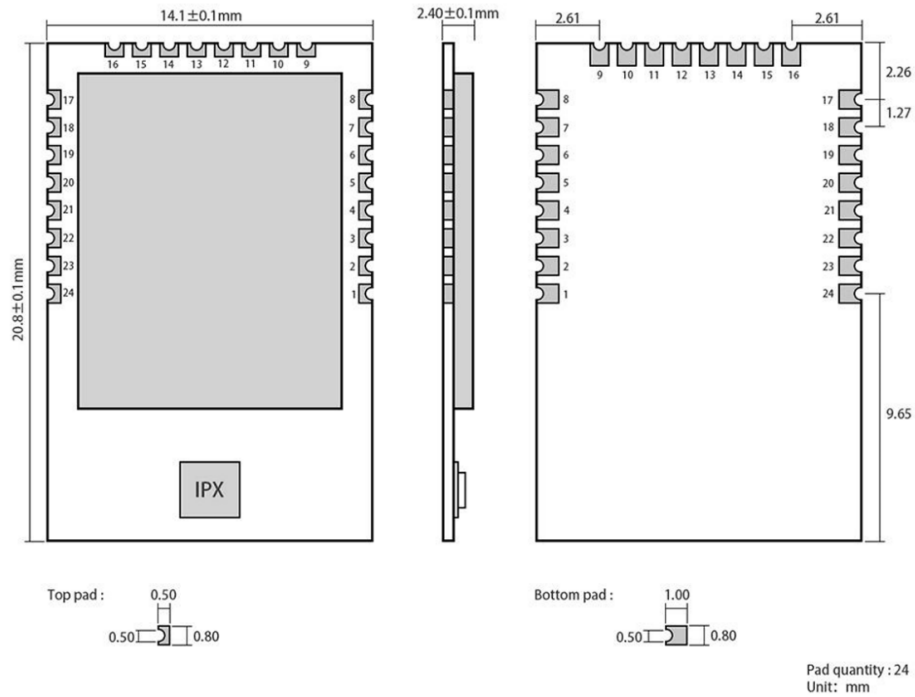
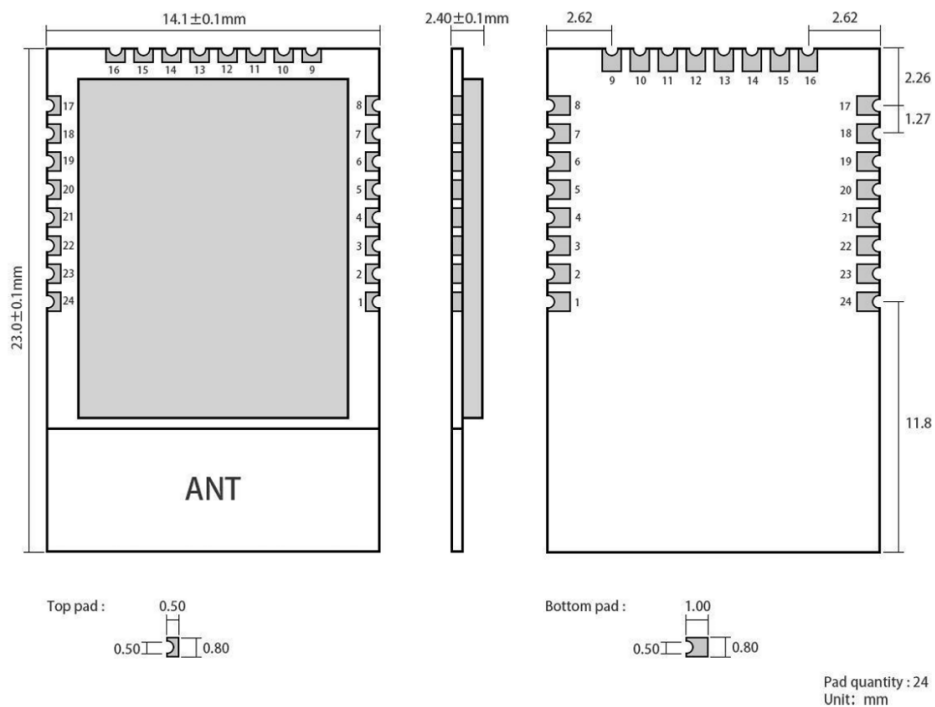

図 5 Z240-MP4 (CT)モジュール外形
図 6 Z240-MP4 (EA)モジュール外形
Z240-MP4 (CT)のモジュール外形サイズは 20.8mm×14.1mm、厚み 2.4mm (図 5)、Z240-MP4 (EA)のモジュール外形サイズは 23.0mm×14.1mm、厚み 2.4mm (図 6) です。3 側面に端面スルーホール加工を施した 24 ピンのカスタムパッケージです。CT、および、EA は、同一のランドパターンにおいて、リフロー、手はんだ、いずれでも対応できます。